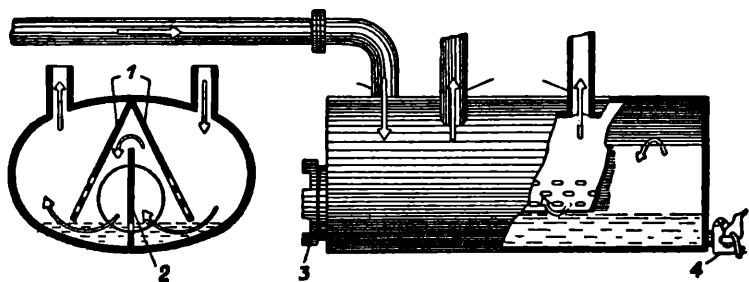

Рис. 38. Вступний очишувач.
отвір (7). Повітря, ссане мотором або вентилятором, входить через прислону (5) і диші (10) до огнища, а газ виходить в напрямі стрілок, потім трубою (8) до вступного очищувача (рис. 38). У вступнім очищувачі газ очищується від попелу і води, яку можна випускати отвором (4). Зі вступного очищувача йде газ до холодильниці (рис. 39 а), а звідси по охолодженню до власного очищувача